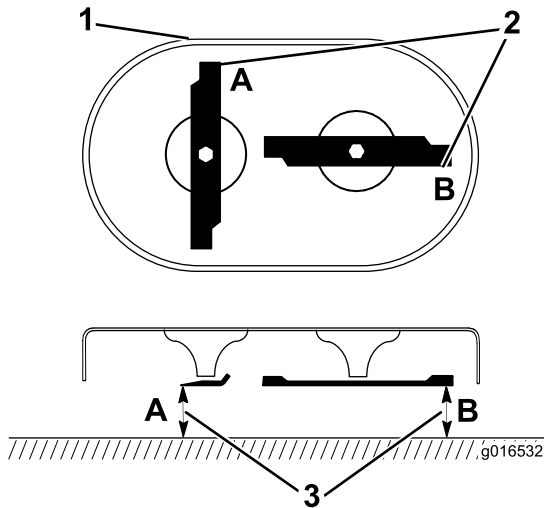

Figure 37
1. Faites pivoter les lames pour les positionner comme montré à la Figure 37.
2. Mesurez la distance entre une surface plane et le tranchant des lames aux points A et B, (Figure 37), et notez ces deux dimensions.